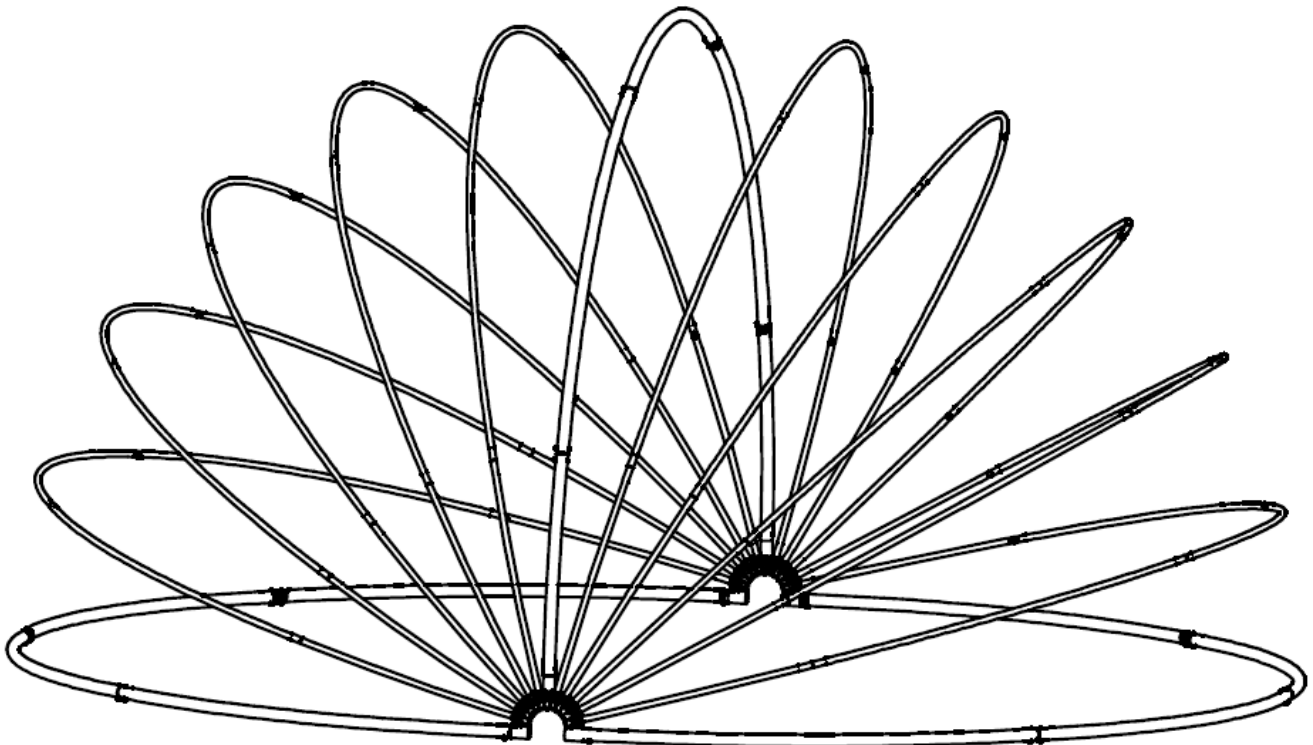

Abbildung 9.
Bei der Montage dieser Bügel wird von der mittleren Tragkonstruktion zum unteren Rand der Abdeckplane vorgegangen. Sind sämtliche Bügel (B) montiert, die Bedachung ist zusammengebaut (Abb. 9).